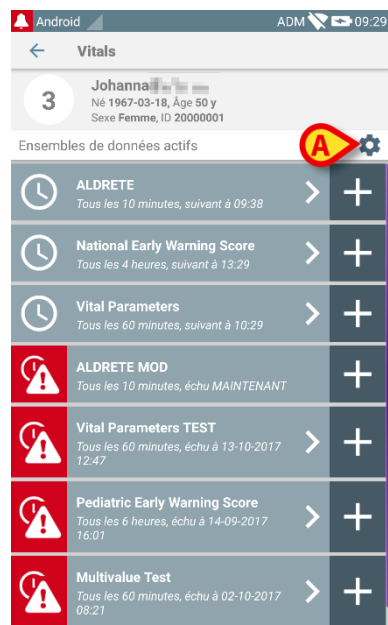

Fig 95
Pour accéder aux options de configuration de l'ensemble de données, après la sélection du patient, sur l'écran liste des ensembles de données (Fig 95),
- Taper sur l'icône  (Fig 95 A).